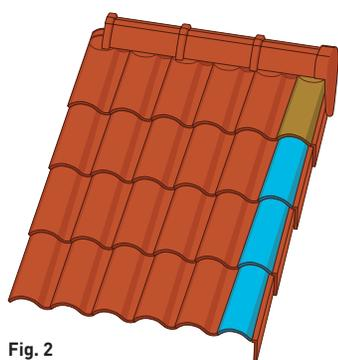

Fig. 2
4. Al llegar a la parte derecha del faldón cerraremos sobre el remate lateral derecho con 1/2 Teja (Q16) (fig.2) o con Doble teja (Q33) (fig.3).
5. Para la finalización del faldón en su encuentro con la cumbre, se recomienda utilizar la pieza Bajo Cumbre (Q70) (fig.2) y Doble Bajocumbre (Q71) (fig.3), consiguiendo así una buena ventilación y una ejecución más rápida.